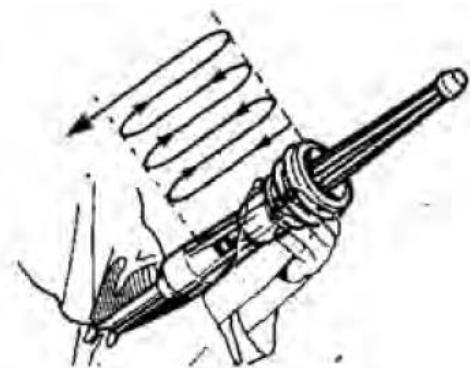

Figure 3
**7. Amener** le soufflet le plus près possible de la partie cylindrique de l'outil et le laisser revenir jusqu'à mi-course (figure 3).